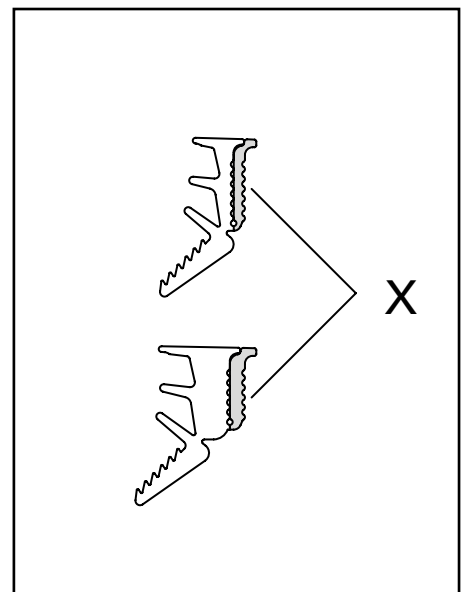

Abb. 18 / Fig. 18 / Fig. 18
- Je nach Fugenbreite Zusatzlappen X vorgängig abreißen (Abb. 18)
- En fonction de la largeur du jeu, découper précédemment la lèvre complémentaire X (fig. 18).)
- Depending on the gap width, tear off additional lip X in advance (fig. 18)